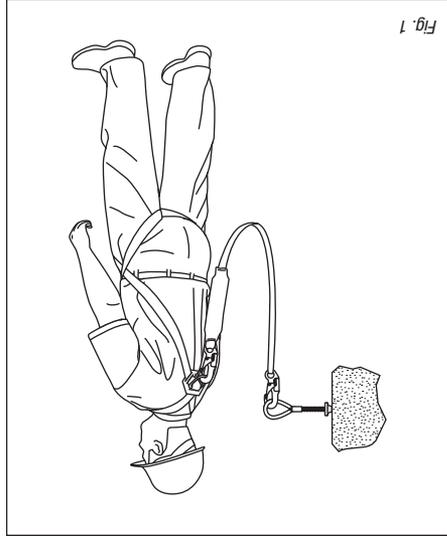

Fig. 1
béton. En relâchant la gâchette, les cales se déploient et s'ancrent dans le béton (Figure 1).
1.2 **Fonction** L'ancrage Fallpro est conçu pour être utilisé dans un plan de chute, de positionnement ou de retenue. L'ancrage Fallpro peut également être incorporé dans un système de sauvetage (Figure 1).